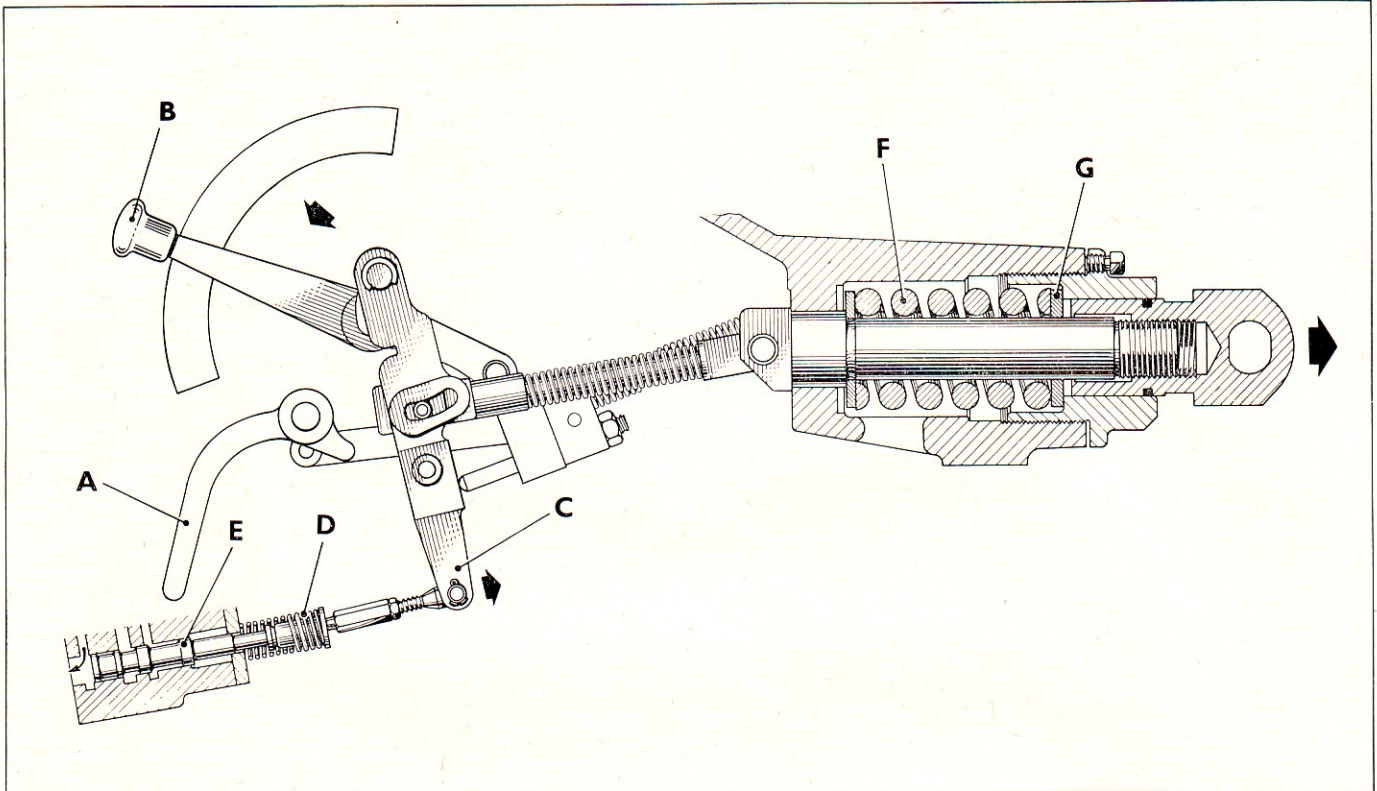

Figure 50: Contrôle d'effort - Abaissement de l'outil provoqué par l'augmentation de la traction sur l'articulation supérieure
2. Si la résistance diminue, la traction sur l'articulation supérieure augmente (Figure 50) et la timonerie de contrôle d'effort est attirée vers l'arrière. La compression d'avant en arrière sur le ressort principal s'accroît, permettant au ressort du tiroir de commande d'amener ce tiroir en position de descente. L'outil pénétrant plus profondément, la résistance augmente jusqu'à ce qu'elle ait atteint sa valeur originelle; le ressort principal se détend alors d'arrière en avant et amène le tiroir de commande au neutre.